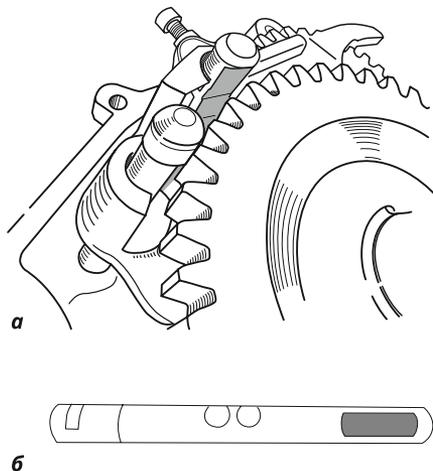

Рис. 8
5. Доработайте вилки включения переднего моста и прямой-пониженной передач (**Рис. 8, а**).
Доработайте шток вилки переднего моста (**Рис. 8, б, выделено серым**). Зазор между провалом и штоком должен быть в районе 2-3 мм.